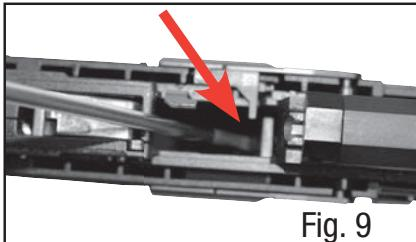

Fig. 9
- El muelle del retén del cargador se encuentra en el alojamiento del cargador (fig. 9).